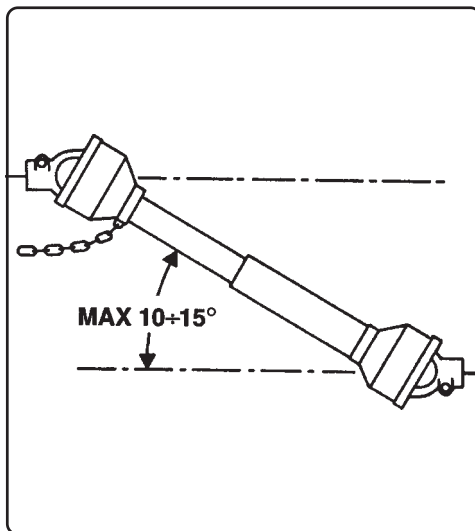

Fig. 5
- Enlevez toujours la prise de force quand l'arbre cardan forme un angle trop ouvert, il ne doit jamais dépasser 10÷15 degrés (Fig.5).